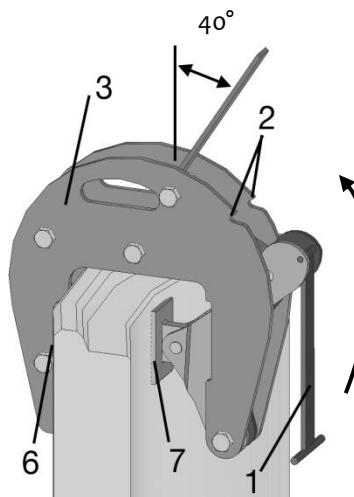
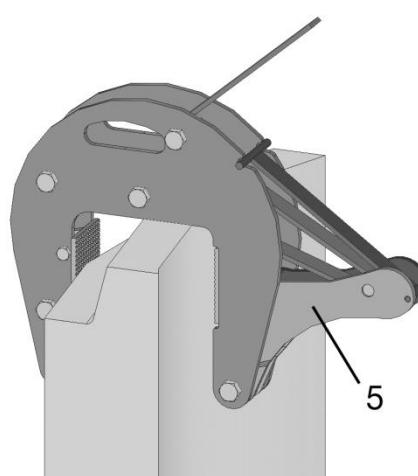

Fig. 2
Fig. 3
- Ruotare il supporto dell'apriporta (1) verso l'alto (fig. 2) e bloccarlo nelle due scanalature (2) del supporto esterno (3): La pinza è ora bloccata con la massima larghezza di apertura (fig. 3). Durante la regolazione, assicurarsi che le **fasce di tensione/catene** siano **scariche e non attorcigliate**.
- Sbloccare tutti i supporti aperti (1) e farli oscillare verso il basso: le le leve angolari (5) vengono fatte oscillare in avanti dalle molle.
- Le due ganasce di serraggio (6) e (7) devono essere a contatto con l'anello su tutta la loro superficie (fig. 2). Sollevare l'anello dell'albero di circa 10 cm.